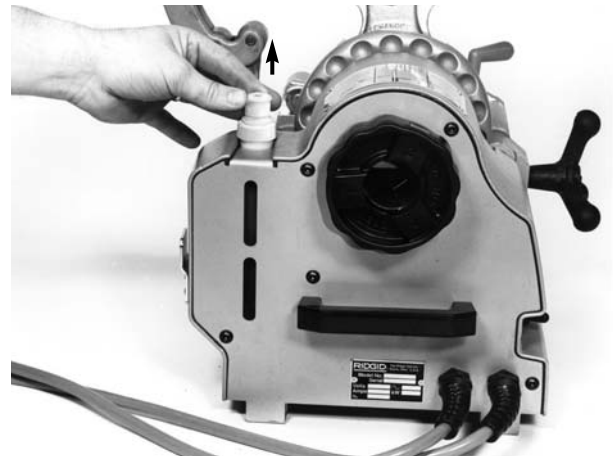

Figure 6 – Évent du réservoir ouvert
17. Ouvrez l'évent du bouchon de remplissage du réservoir (Figure 6). Ne jamais fileter avec l'évent fermé. Cela réduirait le débit de liquide de filetage et risquerait d'endommager les filières ou nuire à la qualité des filetages.